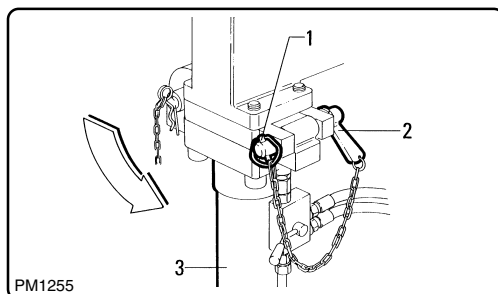

fig. 6.7.9
- Sfilato i bracci stabilizzatori togliere la copiglia "1" (fig. 6.7.9) e sfilare il perno di bloccaggio "2".
- After extending the outrigger booms, the split pin "1" (fig. 6.7.9) and the fixing pin "2" should be removed.